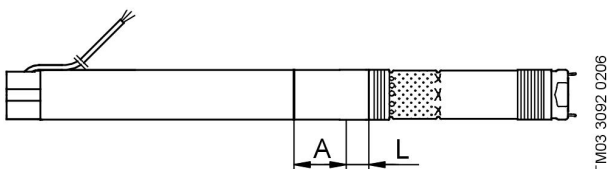

Рис. 2 Область затяжки
7. Затянуть напорную камеру на корпусе специальным ключом (A), вставкой с открытым зевом (M) и динамометрическим ключом (J).
8. Перевернуть двигатель и насос в горизонтальное положение, зафиксировать в тисках с использованием мягких губок для тисков (B). См. рис. 2.
9. Затянуть насос и двигатель ключом для напорной камеры (A), вставкой с открытым зевом (M) и динамометрическим ключом (J).
11. Установить торцевую крышку на двигатель. Установить и затянуть винты (250) динамометрической отверткой (K) и битой torx T20 из сервисного комплекта (G).